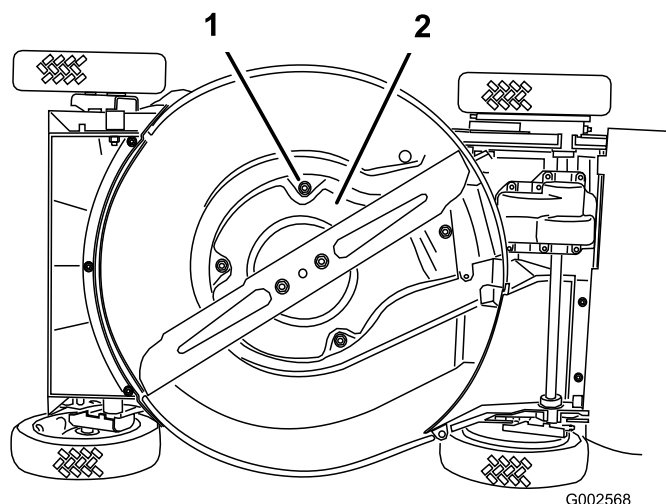

Figura 39
6. Afloje los 4 tornillos que sujetan el protector (Figura 39).